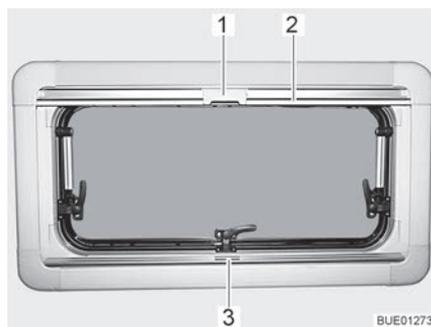
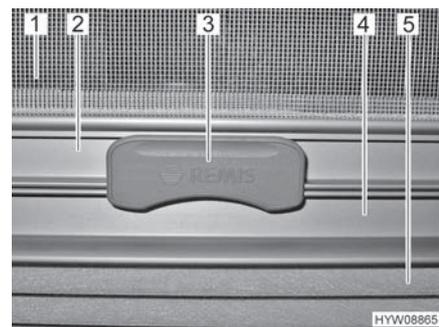

Fig. 34 Ventana abatible
Fig. 35 Cierre
El estor plegable (Fig. 35,5) se encuentra en la caja de la persiana inferior.
- Sujetar el estor plegable por el centro del agarradero (Fig. 34,3 y Fig. 35,4), tirar de abajo a arriba y soltarla a la altura deseada. El estor plegable se queda fijo a esta altura.
La mosquitera enrollable (Fig. 35,1) se encuentra en la caja de la persiana superior.
- Tirar del agarradero de la mosquitera enrollable (Fig. 34,2 y Fig. 35,2) hacia abajo hasta que choque con el agarradero del estor plegable (Fig. 35,4).
- Bloquear el cierre (Fig. 34,1 y Fig. 35,3) de la mosquitera enrollable con el agarradero del estor plegable. Si el cierre está bloqueado, el estor plegable y la mosquitera enrollable podrán ser ajustados juntos.
- Presionar la parte superior del cierre (Fig. 35,3) de la mosquitera enrollable.
- Regresar la mosquitera enrollable lentamente en el agarradero (Fig. 34,2).